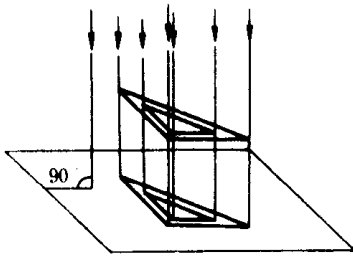

图 1-1 正投影
(1)正投影 当投影线互相平行,并与投影面垂直时,物体在投影面上所得的投影,称为正投影,见图 1-1。